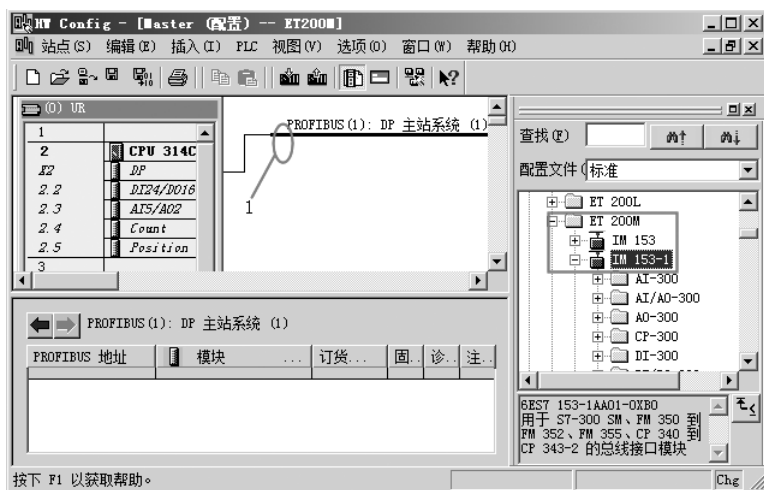

图 8-78 将从站挂到 PROFIBUS 网络上
7) 将从站挂到 PROFIBUS 网络上。选中“1”处的 PROFIBUS 网络，再展开“PROFIBUS DP”下的“ET 200M”，并双击“IM 153-1”，组态从站硬件如图 8-78 所示。